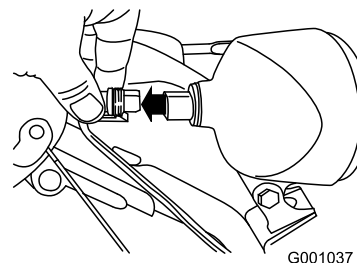

Figure 61
1. Débranchez le connecteur à l'arrière du phare (Figure 61).